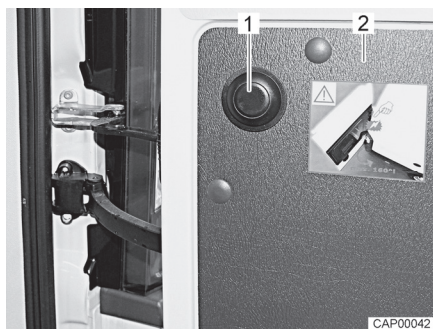

Fig. 9 Bouton-poussoir pour annuler la limitation
- Ouvrir à fond la porte arrière (Fig. 9,2).
- Appuyer sur le bouton-poussoir (Fig. 9,1) maintenir la porte arrière et continuer de l'ouvrir avec précaution.